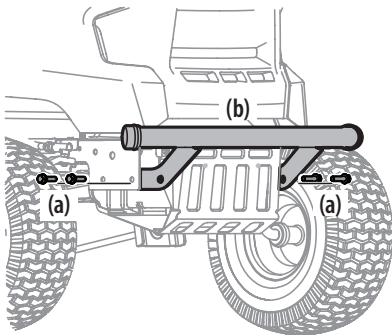

Figura 15
2. Coloque los soportes del paragolpes hacia el interior del bastidor del tractor y fíjelos en su lugar con los cuatro tornillos hexagonales con reborde (a). Consulte la Figura 15.